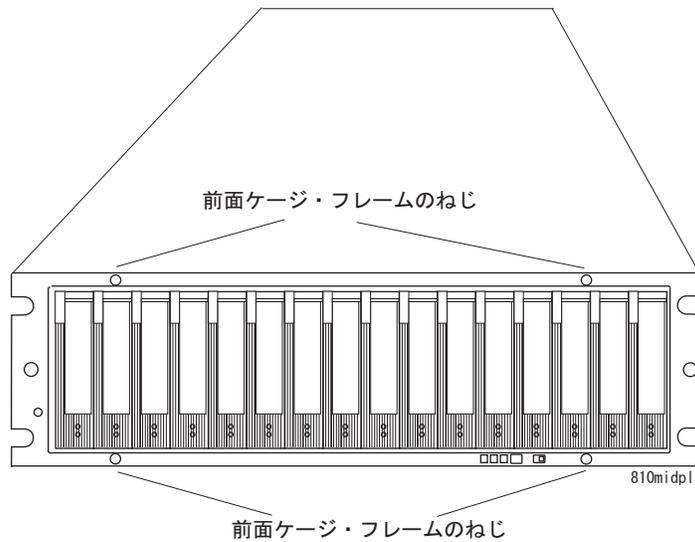

図 88. 前面ケージ・フレームねじ位置
9. #1 プラスねじ回しを使用して、177 ページの図 88 に示すように、ミッドプレーンの前面ケージ・フレームのねじ 4 個を緩めます。
16. 前面ケージ・フレームの 4 個のねじを締めます。177 ページの図 88 を参照してください。